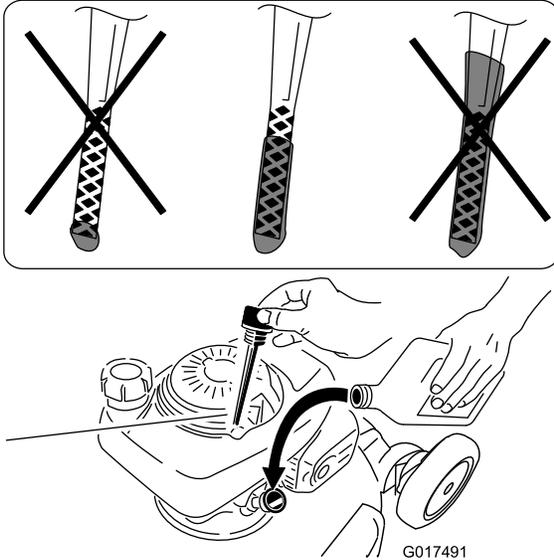

Figura 10
1. Retire la varilla, límpiela, y vuelva a colocarla (Figura 10).
2. Retire la varilla y compruebe el nivel de aceite (Figura 10). Si el nivel de aceite está por debajo de la marca "Add" de la varilla, vierta **lentamente** aceite en el tubo de llenado hasta que el nivel llegue a la marca "Full" de la varilla. Después de añadir aceite, espere 3 minutos antes de comprobar el nivel de aceite con la varilla. **No llene demasiado.** (Capacidad máxima: 0,58 cuartos de galón o 18,6 onzas (0,55 l), tipo: SAE 30, aceite detergente con clasificación de servicio API SF, SG, SH, SJ, SL o superior.)